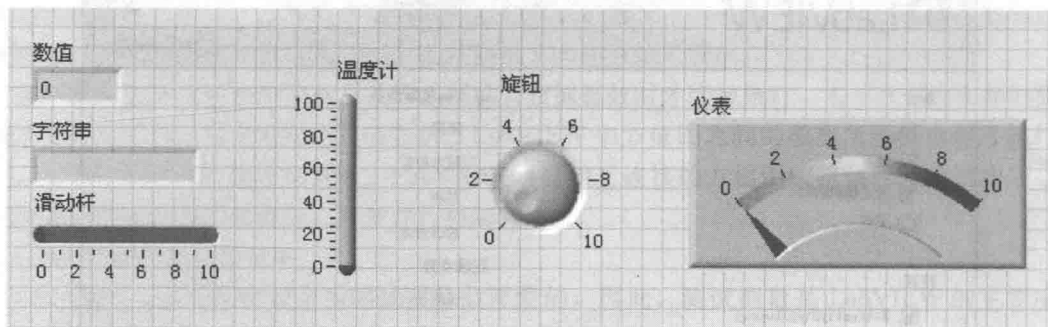

图 1-3 输出指示控件
(2) 输出指示控件。输出指示控件用于显示 VI 程序运行结果。在 LabVIEW 中，输出指示控件对象也以图标形式显示，如数值输出控件、字符串显示控件、仪表显示控件等，图 1-3 是部分输出指示控件图标。